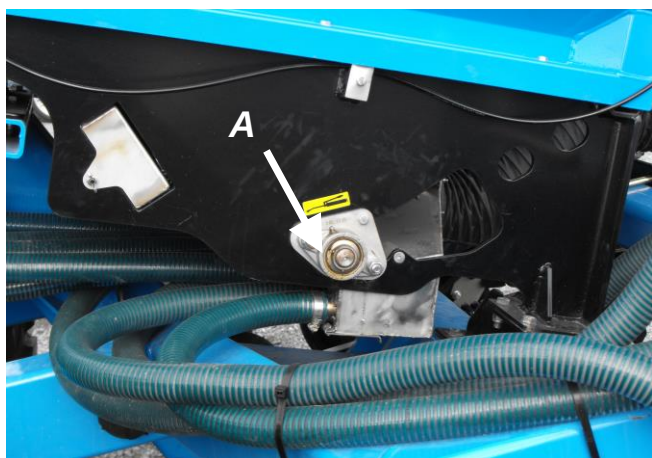

Figure 12K
9. Afin d'installer les tuyaux flexibles pré-coupés en usine pour le semis de soja, retirer les boyaux flexibles utilisés pour l'engrais de la boîte à air [Figure 12K, A]. Vous pouvez démonter complètement les boyaux ou seulement l'embout à la boîte à air et les fixer solidement au châssis de l'applicateur.